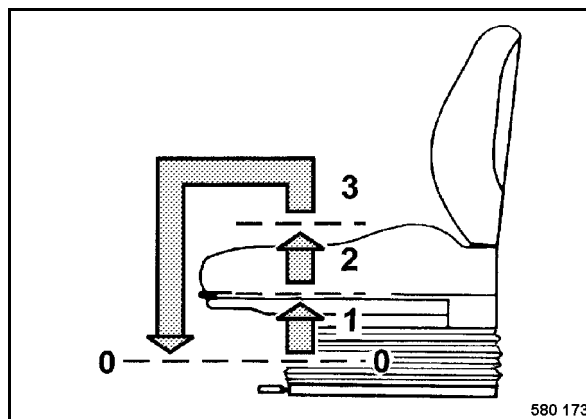

Fig. 78
- Para regular la altura del asiento hay que alzar el asiento (Fig. 78) hasta el asiento encaja en la correspondiente altura.